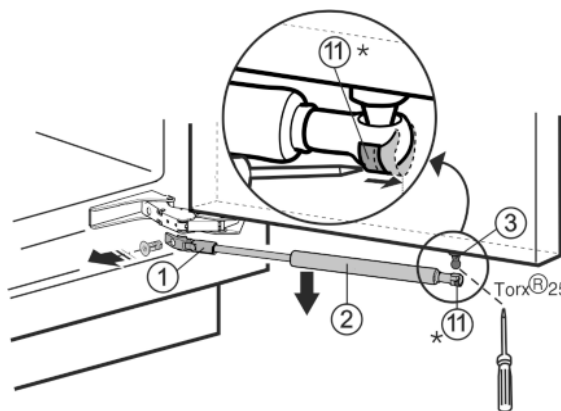

Fig. 1
▶ С помощью отвертки сдвиньте натяжную пружину Fig. 1 (11) наружу.\*
▶ Снимите амортизатор закрывания дверей Fig. 1 (2) вниз.
▶ Открутите держатель Fig. 1 (1).
▶ Открутите шаровую головку Fig. 1 (3) (Torx® 25).